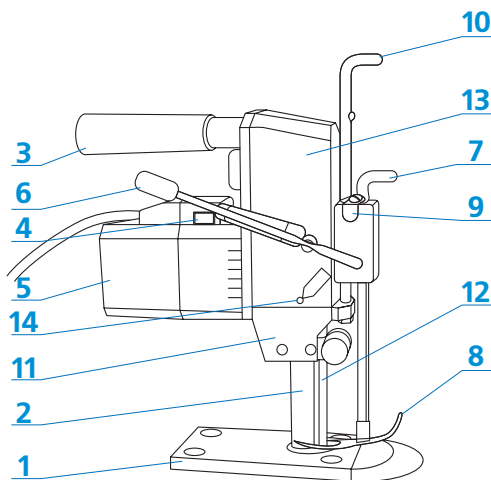

Рис. 1 - Общий вид раскройной машины HF-60 S
Раскройная машина HF-60 S выполнена по второму классу электро-безопасности и не нуждается в заземлении. Она приспособлена к однофазной электрической сети переменного тока напряжением 220 В и частотой 50 Гц. Нож приводится в движение нажатием клавишного переключателя (4) (рис.1).
При транспортировке и хранении, лапка (8) находится в нижнем положении, заточное устройство (11) - в верхнем положении, а задвижка (9) передвинута максимально в левую сторону (см. рис.1).